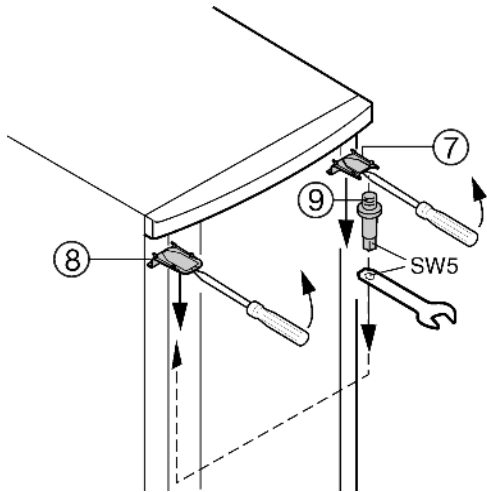

Fig. 5
- ▶ En haut, déclipser le cache Fig. 5 (7) et le cache Fig. 5 (8) avec un tournevis et les enlever inclinés vers le bas.
- ▶ Retirer la charnière Fig. 5 (9) en la dévissant à la main, puis la revisser sur le côté opposé. Pour ce faire, utiliser la clé à six pans de la clé à fourche jointe.
- ▶ Remonter le cache Fig. 5 (7) sur le côté où se situe la charnière : l'insérer par l'arrière et l'encliqueter sur l'avant.
- ▶ Monter le cache Fig. 5 (8) sur le côté opposé : l'insérer par l'arrière et l'encliqueter sur l'avant.
- ▶ Enclencher la porte sur le pivot d'appui Fig. 5 (9) et fermer la porte.